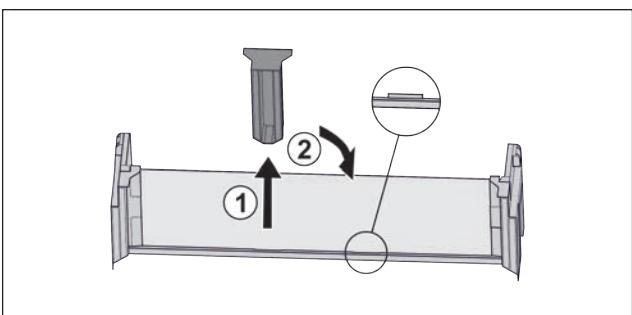

Fig. 18
- Снимите среднюю поддерживающую деталь Fig. 18 (1).
- Вставьте среднюю поддерживающую деталь во вторую позицию Fig. 18 (2).